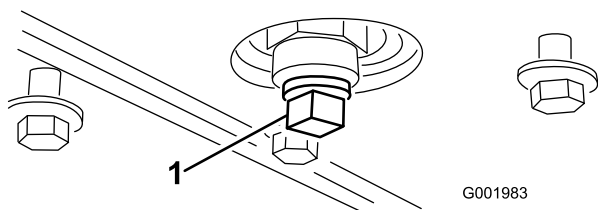

Figure 46
5. Enlevez le bouchon de vidange (Figure 46).